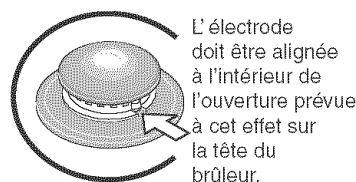

Figure 2
4. Agencez les collerettes de brûleur (certains modèles) ou la partie embossée sur la surface de cuisson avec les têtes et les couvercles de brûleur (voir Figure 1). Remettez les têtes et les couvercles de brûleur sur la table de cuisson (Figure 2). Alignez soigneusement les électrodes dans la fente ou le trou de chaque tête de brûleur (Figure 3). Note: Les têtes de brûleur devraient être à plat sur les collerettes de brûleur de la table de cuisson.